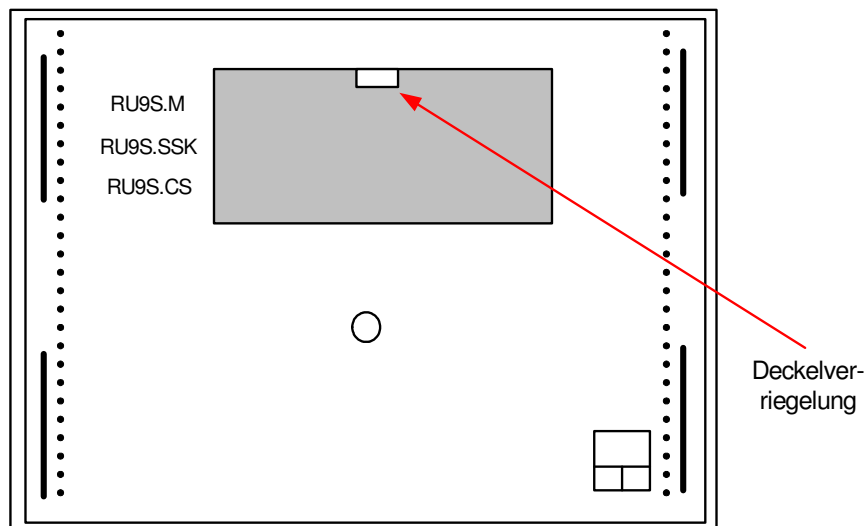

Abb. 7: Einsteckschacht für Schnittstellen
6. Verschlussdeckel vom Einsteckschacht an der Gehäuserückseite entfernen (siehe Abb. 7).
7. Schnittstellenkarten unpacken und in die Führungsschlitze des Einsteckschachtes einführen, so dass die Typenbezeichnung der Schnittstellenkarte mit der Bezeichnung des Steckplatzes an der Gehäuserückseite übereinstimmt (siehe Abb. 7). Die Bestückungsseite der Schnittstellenkarten muss zur Gehäusemitte, Richtung Gerätesicherung zeigen.